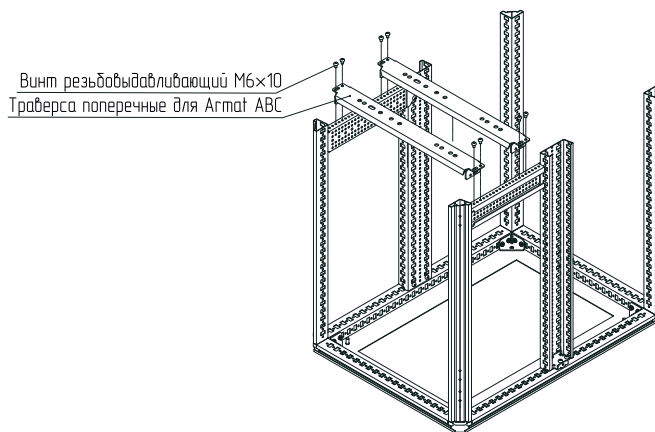

Рисунок 3
4.1.3 Установить траверсы поперечные для ARMAT ACB винтами M6×10 на траверсах воздушного выключателя по глубине и закрепить винтами M6×10 (рисунок 3, 4). Момент затяжки – 7 Н·м.